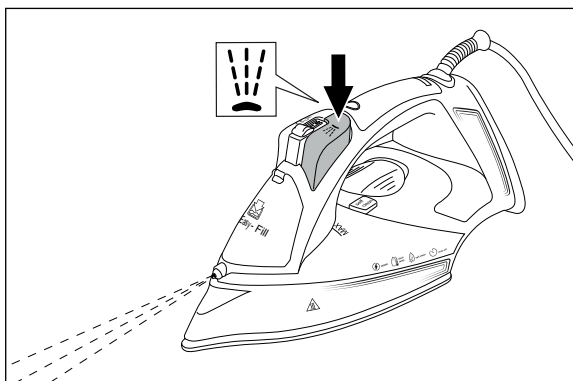

Fig. 8
- 3) Prima o botão da função Borrifador  **5** (ver fig. 8).